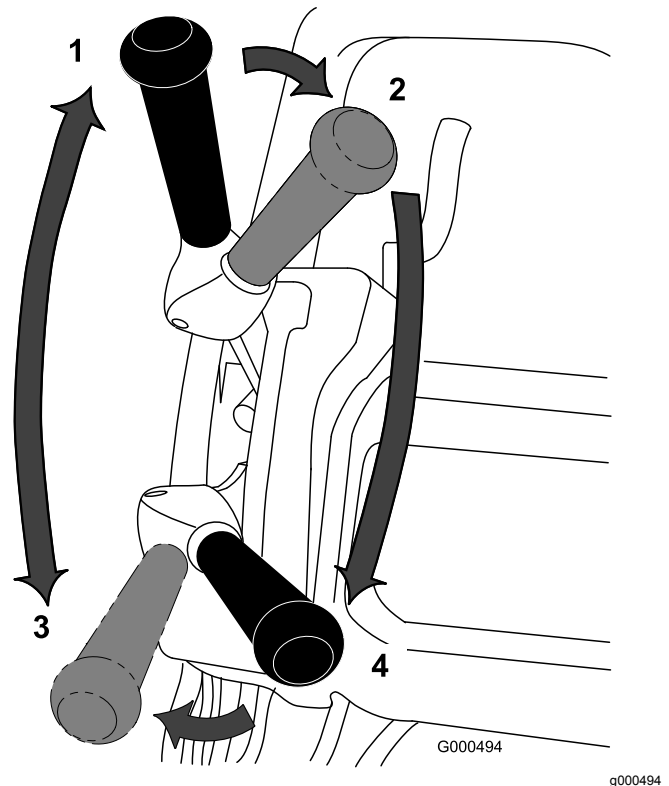

Bild 33
1. Schalten Sie die Maschine ein, stellen Sie die Geschwindigkeitsregelung auf die Null-Stellung, drücken Sie den Holm nach unten, um die Schneideinheit anzuheben, drücken Sie die elektronische Sicherheit, stellen Sie den Fahrtriebshebel auf die aktivierte Stellung (Bild 33) und erhöhen langsam die Einstellung der Geschwindigkeitsregelung, um den Mäher auf die Kante des Grüns zu transportieren.
3. Deaktivieren Sie den Fahrtriebshebel, schieben Sie ihn dann nach links und vorne, damit der Fahr- und Spindelantrieb eingekuppelt wird (Bild 33).